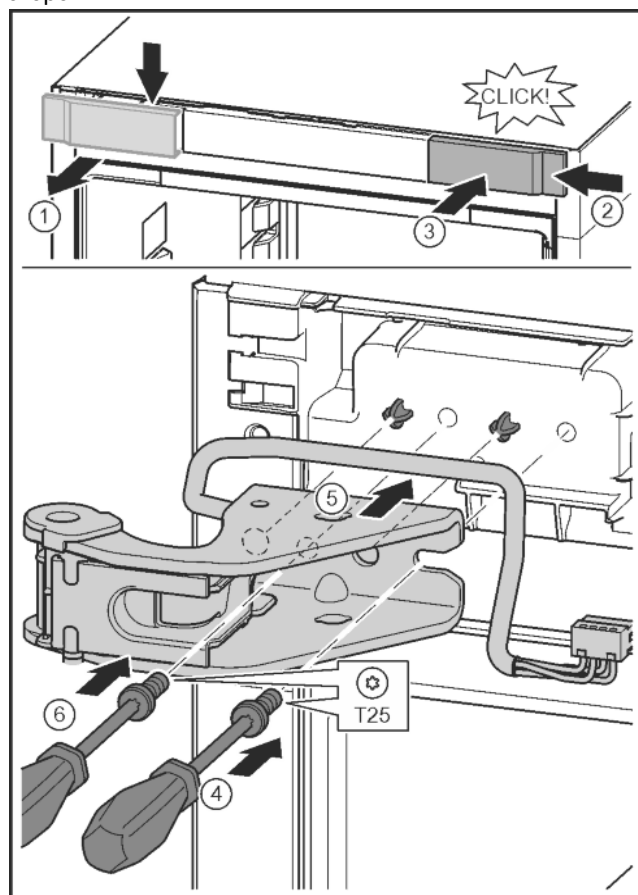

Fig. 27
- ▶ Отпустить крышку и снять сбоку. Fig. 27 (1)
- ▶ Навесить крышку, повернув ее на 180°, справа с другой стороны. Fig. 27 (2)
- ▶ Крышку зафиксировать. Fig. 27 (3)
- ▶ Установить винт отверткой T25. Fig. 27 (4)
- ▶ Установить верхний опорный кронштейн. Fig. 27 (5)
- ▶ Затянуть винт. Fig. 27 (4)
- ▶ Вставить и затянуть винт отверткой T25. Fig. 27 (6)